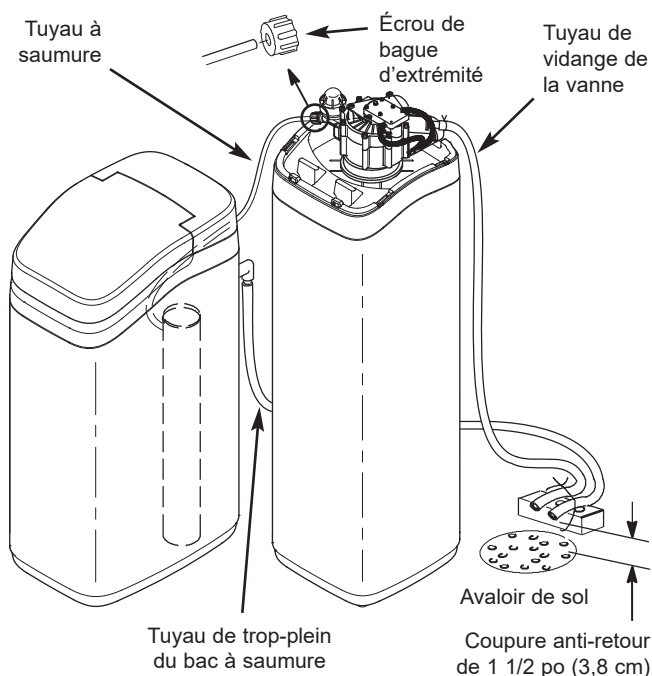

FIG. 12
- Raccordez le tuyau à saumure au pavillon d'aspiration avec l'écrou de bague d'extrémité fourni (cf. Figure 12).